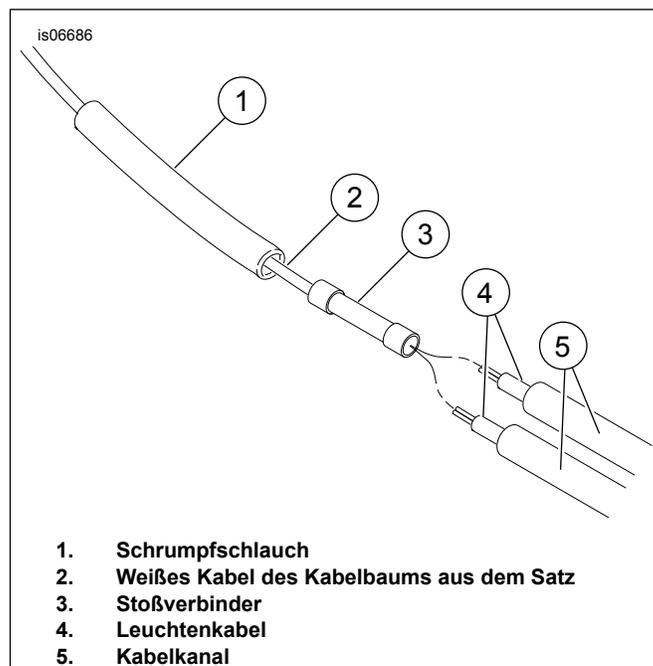
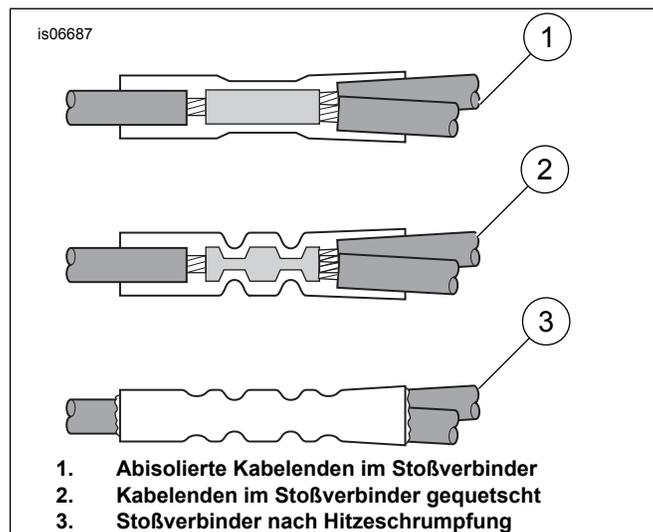

Abbildung 8. Das Leuchtenkabel am Kabelbaum anschließen
Abbildung 9. Anbringen versiegelter Stoßverbinder
21. Siehe Abbildung 8 und Abbildung 9 und den Abschnitt **VERSIEGELTE STOSSVERBINDER** im Werkstatthandbuch. Den Schrumpfschlauch (1) über das weiße Kabel (2) aus dem Kabelbaumsatz schieben und den Steckverbinder (3) mit der Quetschverbinderzange, Teile-Nr. H-D 38125-8 am Kabel anquetschen.
22. Beide Leuchtenkabel (4) zum Steckverbinder verlegen. Die Kabelenden so abtrennen, dass etwa 25 mm (1 in) Kabel über das Ende des Stoßverbinders hinausreicht. Den Kabelkanal (5) ca. 38 mm (1-1/2 in) vom Kabelende abtrennen.
24. Die Enden der beiden Leuchtenkabel (4) in den Steckverbinder (3) einsetzen und die Kabel mit der Quetschverbinderzange am Steckverbinder anquetschen.
25. Den Schrumpfschlauch (1) von der Spleißverbindung wegschieben und mit der Heißluftpistole UltraTorch UT-100 (H-D 39969), Robinair-Heißluftpistole (H-D 25070) mit Schrumpfvorrichtung (H-D 41183) oder einem anderen geeigneten Heizstrahler die Quetschverbindung erwärmen, um den Stoßverbinder zu versiegeln. Die Wärme von der Mitte des Quetschverbinders langsam zu den Enden führen, bis das schmelzbare Dichtungsmittel aus beiden Enden des Stoßverbinders austritt. Den Stoßverbinder abkühlen lassen.